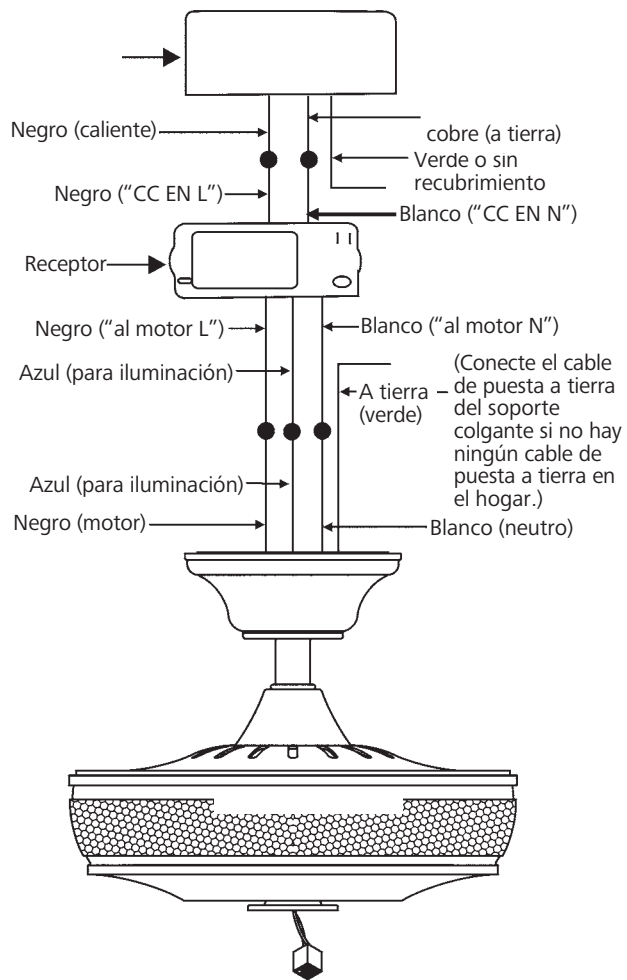

Fig. 14
(Fig. 14)
Paso 3. (Fig. 14) Conexiones eléctricas del receptor a los cables de alimentación del hogar:
Paso 4. (Fig. 14). Si su caja de distribución tiene